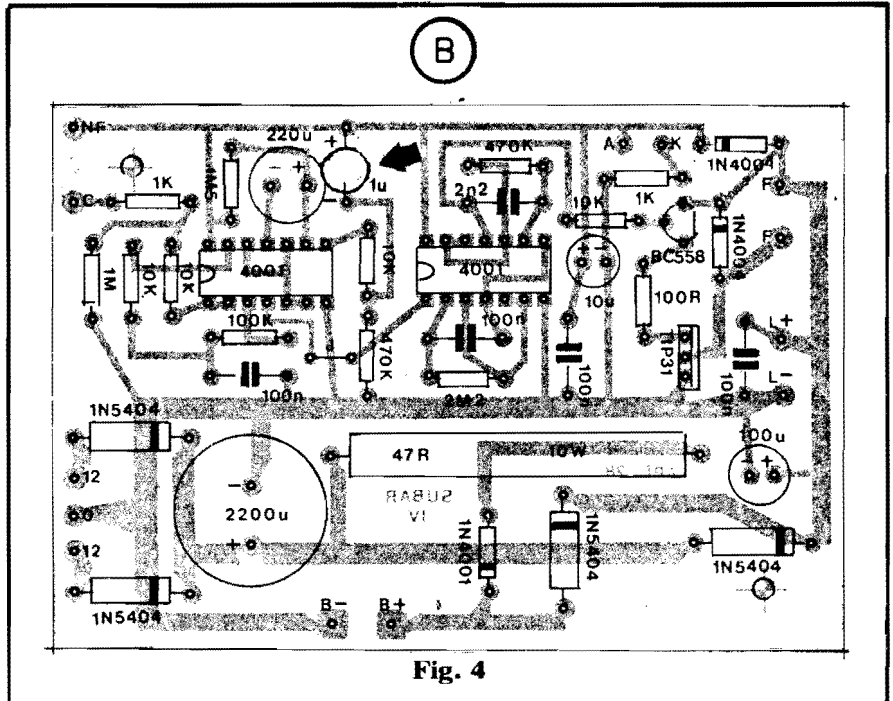
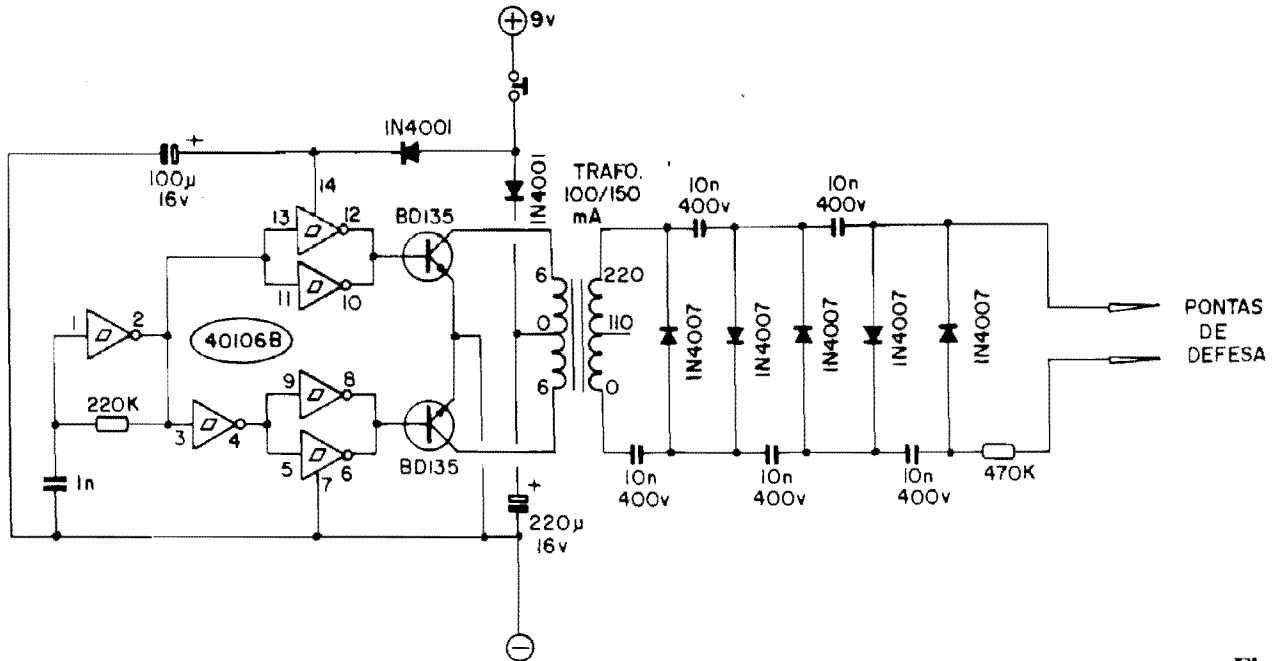

Fig. 4
Fig. 1
- (01) - O não "resetamento" automático do MONOESTÁVEL (estruturado em torno dos **gates** delimitados pelos pinos 11-12-13 e 8-9-10 do primeiro 4001B do circuito...) ocorre justamente porque o trafo não está sendo "capaz" de suprir o surto inicial de Corrente, ao ser ligado o aparelho! Uma "saída" para remediar isso (e prevenir falhas no "resetamento" automático inicial), é simplesmente **aumentar** o valor do capacitor (original 100n) que fornece a temporização do pulso de "resetamento"... A fig. A mostra, em esquema, a posição do citado capacitor (dentro do círculo tracejado, e apontado pela seta...), já com o valor **aumentado para 1u**. Note que, tratando-se agora de um eletrolítico, há que se respeitar a polaridade do dito cujo, conforme indicada na figura... Para simplificar ainda mais a sua interpretação (e dos demais Leitores interessados no assunto...), a fig. B mostra o "chapeado" da SUBAR-IV, já com a alteração do dito componente... Respectivamente as figs. A e B referem-se aos diagramas originais mostrados nas figs. 1 - pág. 24 e fig. 4 - pág. 26, de APE 28...
- (2) - O "estouro" da temporização de 4 minutos é também ocasionado pela insuficiência de Corrente no trafo! Durante o disparo da sirene, como o dito transformador não consegue suprir toda a Corrente necessária, sobrepõe-se ao sinal sonoro um intenso ripple de 60Hz, modulado fortemente sobre o sinal. Isso se reflete num correspondente (e também intenso) ruído de 60Hz na própria linha de alimentação da SUBAR-IV. Apesar da boa imunidade, intrínseca, a ruídos, por parte dos Integrados C.MOS, para tudo há um limite... No caso, está ocorrendo o "re-disparo" permanente de tal MONOESTÁVEL, com o que indefinidamente **novos** ciclos de 4 minutos se iniciam cada vez que o anterior termina! A aplicação de um trafo com "reais" ampéres na sua saída, deverá sanar o problema...
- (3) - O aquecimento excessivo no TIP31 **também** é, em parte, fruto da insuficiência de Corrente, já que o tal "ronco" que Você ouviu, superposto ao sinal normal da sirene, coloca o dito transistor em zona não desejada de amplificação, fazendo com que o dito cujo dissipe muito mais Potência do que seria natural com a disposição circuital adotada (em vez do TIP31 trabalhar ou completamente "ligado", ou completamente "desligado", ele está atuando na sua região linear, sempre "meio ligado", redundando no sobreaquecimento...). Mesmo assim, sanado o problema do transformador, é sempre bom dotar o transistor de potência de um conveniente dissipador... Note, inclusive, o seguinte: embora o tal dissipador não tenha sido diretamente mencionado na LISTA DE PEÇAS, no esquema (fig. 1 - pág. 24 - APE 28) mostra, nitidamente, o **círculo tracejado** em torno do símbolo básico do TIP31! Essa simbologia - como o sabem os Leitores/Hobbystas assíduos - indica a **necessidade** de se forçar a irradiação do calor emanado pelo componente, através de dissipador a ele acoplado!
- (4) - De novo o culpado pelas "fraudes na Previdência" (ou seja: **todo mundo sabe** "quem é", mas o dito continua livre, por aí...) é o famigerado transformador, cujo ruído de 60Hz, fruto da sua incapacidade de cumprir os requisitos de Corrente, "sobrepas-
O presente circuito (mostrado em esquema na fig. 1) traz o proje-